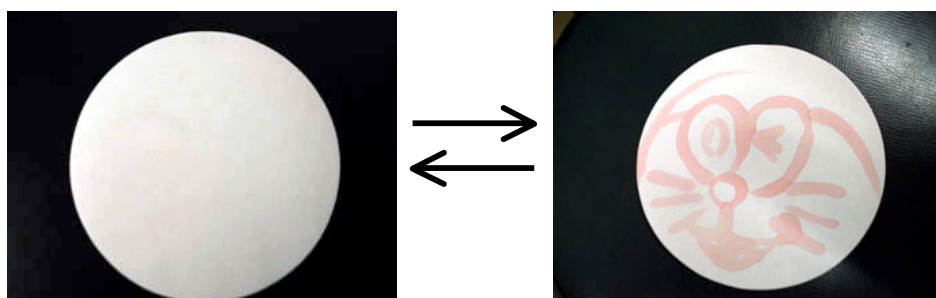

図2. ろ紙上に絵を描いて、光照射によって浮き上がらせたり、消したりした様子
- ①ジアリールエテン誘導体の粉末10 mgをはかり取り、10 mLのサンプル瓶に入れる。そこにエタノール5 mLを加え、粉末を溶かす。
- ②調整した溶液にカメラのフラッシュランプの光を当てて色の変化を観察する（天気の良いければ、太陽光でもOK）
- ③調整した溶液を使って、ろ紙に文字や絵を描いて、スパイの手紙を書いてみる（図2）。カメラのフラッシュランプを当てて実際に手紙のやり取りをしてみる。
- 以下の④と⑤時間にゆとりがあれば、挑戦しましょう。
- ④調整した溶液をガラス基板上にパスツールピペットで1滴滴下し、乾燥させ結晶を析出させる。このガラス基板上の結晶にカメラのフラッシュランプを当ててフォトクロミズムを示すかどうか調べる。
- ⑤光学顕微鏡を用いて結晶を観察し、顕微鏡下で結晶に光を当ててみると、どう変化するか調べる。